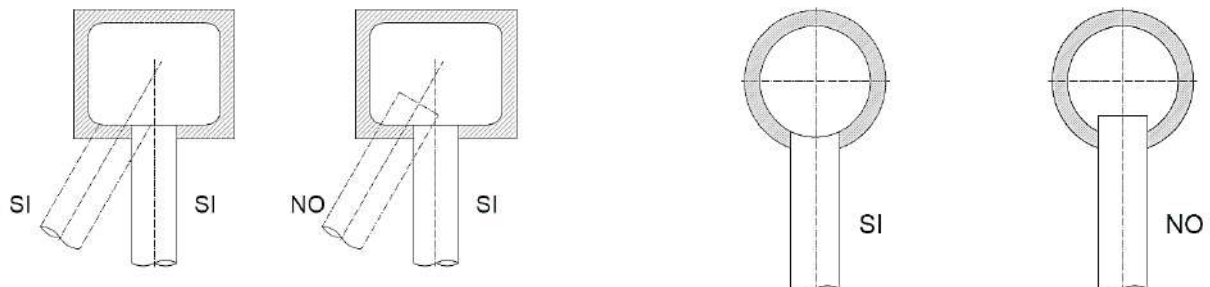

Fig.7
- essere fissati all'imbocco del camino senza sporgere all'interno; inoltre l'asse del tratto terminale di imbocco e l'asse del camino devono intersecarsi (fig.7);